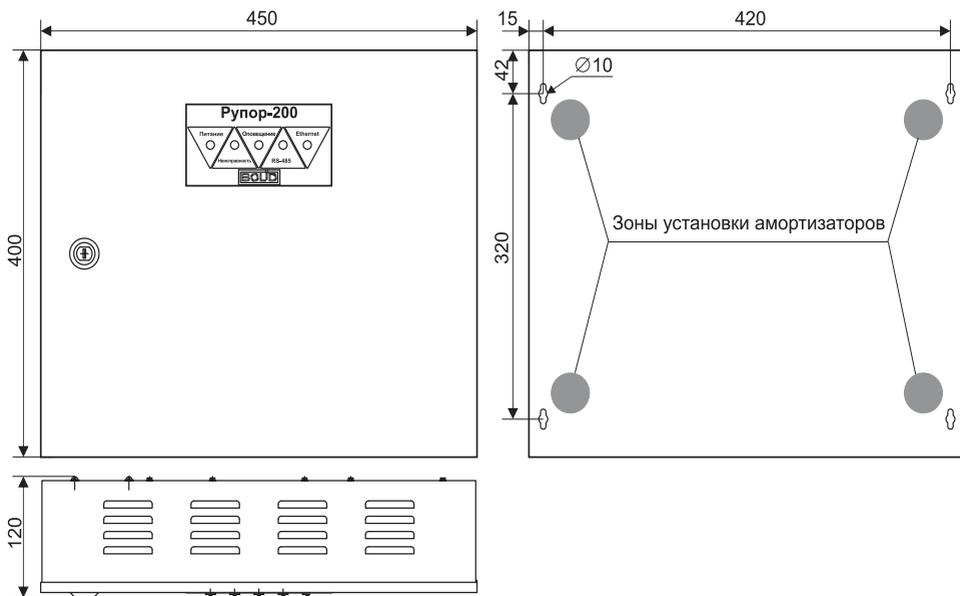

Рисунок 1. Габаритные и установочные размеры модуля
3.4 Наметьте на стене места для четырех установочных отверстий в соответствии с габаритным чертежом (рис.1). Просверлите 4 отверстия.